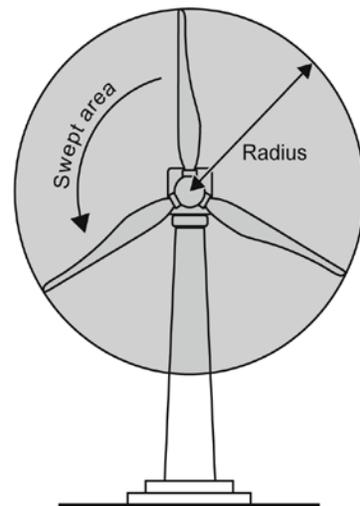

Figura 2
- b. Midan el radio de la turbina (véase la Figura 2) y registren el valor en la Tabla 2.
- a. El aspa barre un área en la forma de un círculo de radio, r (véase la Figura 2). Calculen el área de barrido, $A = \pi r^2$, para cada modificación que hicieron y registren los resultados en la Tabla 2.
- b. Al utilizar sus valores de densidad del aire (ρ), área de barrido (A), y la velocidad promedio del viento (v), calculen la cantidad de energía teóricamente disponible en el viento.